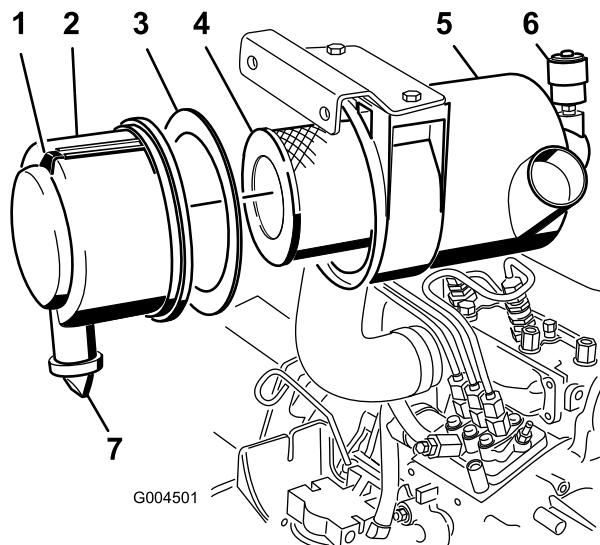

Figura 42
- Efectue a manutenção do filtro de ar quando o indicador do filtro de ar (Figura 42) ficar vermelho ou a cada 400 horas (com maior frequência em condições de trabalho muito sujas ou poeirentas). Não efectue a manutenção do filtro de ar com demasiada frequência.
- Puxe o trinco para fora e rode a cobertura do filtro de ar no sentido contrário ao dos ponteiros do relógio (Figura 42).
- Retire a cobertura do corpo do filtro de ar (Figura 42).
- Retire e substitua o filtro primário (Figura 42).
- Certifique-se de que a junta de espuma está no lugar na tampa e de que não está rasgada nem danificada (Figura 42). Se estiver danificada, substitua-a.
- Limpe a válvula de saída de borracha da tampa (Figura 42).
- Reinic peace o indicador (Figura 42), se este estiver vermelho.